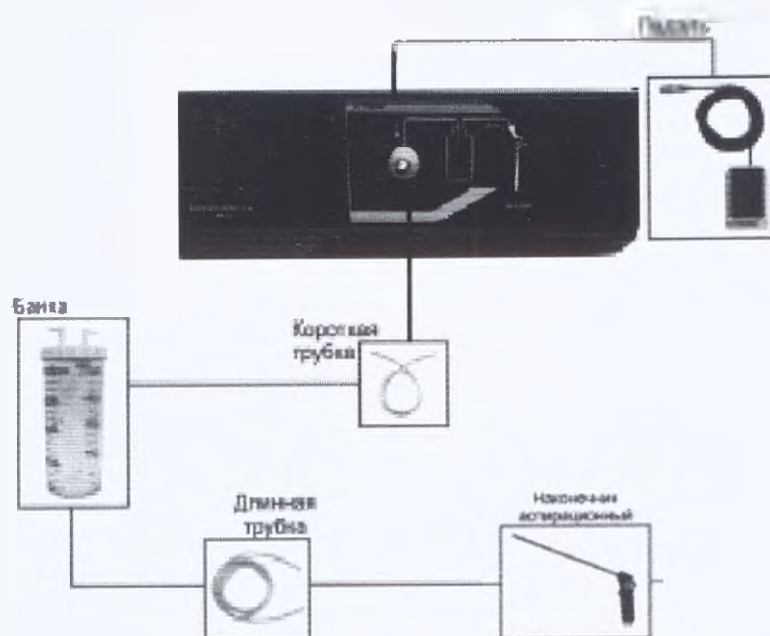

Рисунок 3
1.8.1 Подключите разъем шнура питания к разъему СЕТЬ, разъем шнура педали к разъему ПЕДАЛЬ на задней панели аппарата (рисунок 3).